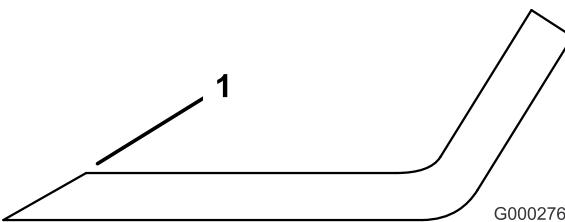

Figura 29
3. Esaminate i taglienti di tutte le lame, e affilateli se fossero ottusi o scheggiati. Affilate soltanto la parte superiore del tagliente e mantenete l'angolo di taglio originale per garantire l'affilatezza (Figura 29). La lama rimane bilanciata soltanto se viene rimossa una quantità uguale di metallo da entrambi i taglienti.